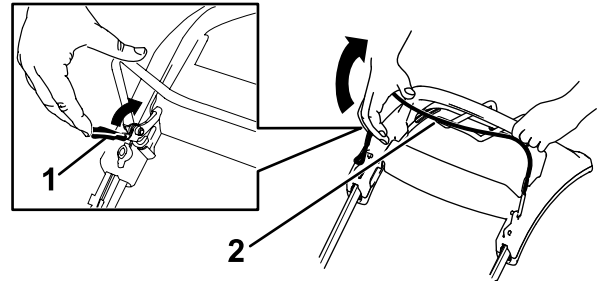

Figura 20
1. Tire hacia atrás del seguro de la barra de control de las cuchillas hasta que llegue a la barra de control de las cuchillas (Figura 20).
2. Tire hacia atrás **lentamente** Figura 20 de la barra de control de la cuchilla hasta que llegue al manillar ( ).